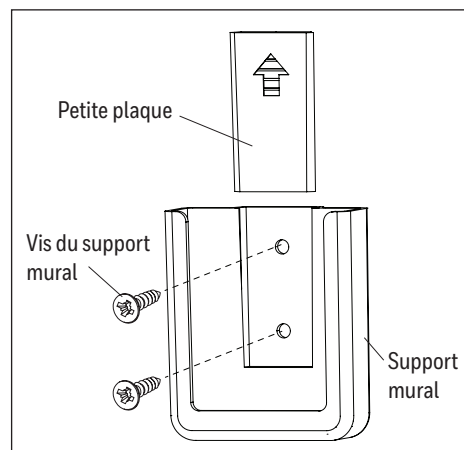

Figure 5.5
5. L'ensemble de contrôle à distance comprend un support mural. Pour installer le support mural, retirez la petite plaque afin d'exposer les trous de vis. Insérez les vis du support mural dans les trous, puis dans le mur, et couvrez-les à l'aide de la petite plaque retirée précédemment. La télécommande peut être rangée dans le support mural pour en faciliter l'accès (Figure 5.5).